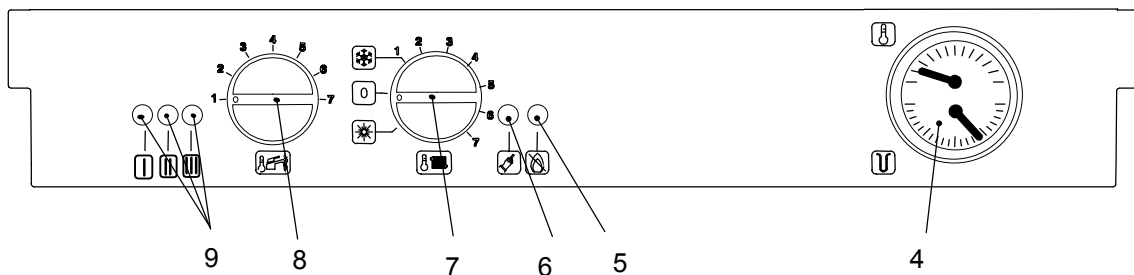

Fig. 1.3
Three lights (9 in Fig. 1.3) give detailed indication regarding the operation of the boiler.
Три лампочки (9 на рис.1.3) дают подробную информацию о работе котла.
- 2 Turn on the electricity supply to the boiler, switching on the fused spur isolation switch. The appliance operation light 9 (Fig. 1.3) will flash every 4 seconds (stand-by condition).
- 2 Включите электропитание котла. Индикатор котла 9 (рис.1.3.) будет моргать каждые 4 секунды (состояние ожидания)